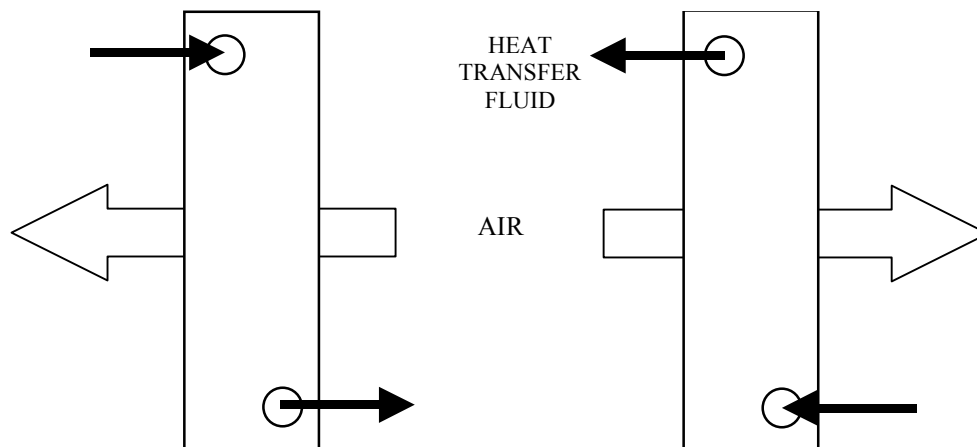

Fig. 5 – Batterij aansluiting
- Verwarming of koeling batterijen zijn gemerkt zie Fig 5.